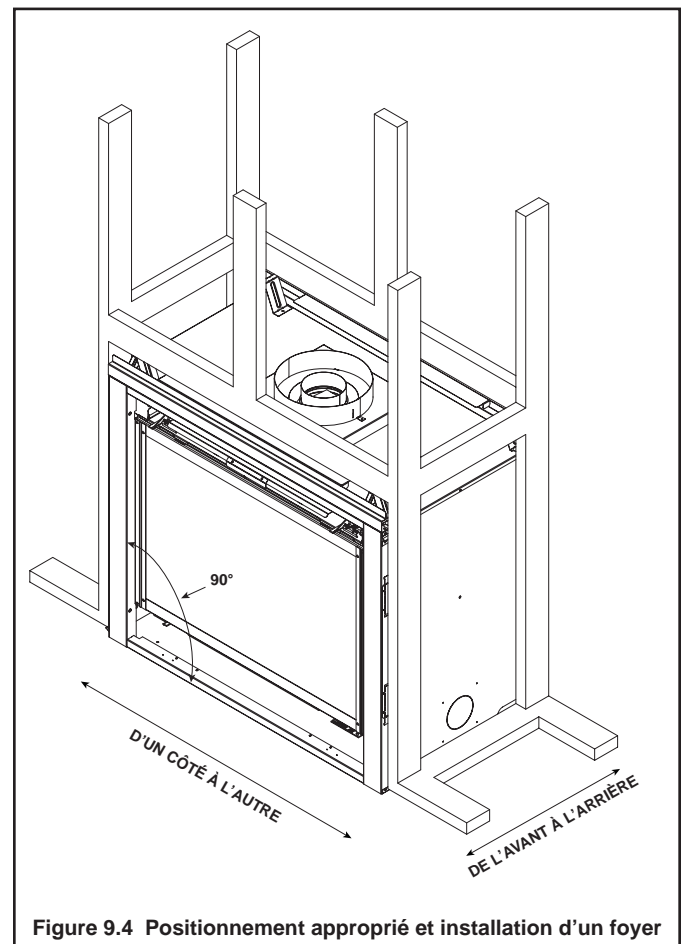

Figure 9.4 Positionnement approprié et installation d'un foyer
5. À l'aide d'une équerre, s'assurer que les côtés de l'appareil sont perpendiculaires à la partie inférieure, tel qu'illustré à la figure 9.4.